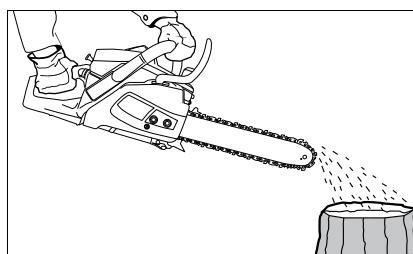

Fig. 13
4. Verificați circulația uleiului la pornire: porniți ferăstrăul și țineți-l deasupra unei litiere. Dacă este destul ulei se formează o ușoară urmă de la stropii de ulei (Fig. 13).